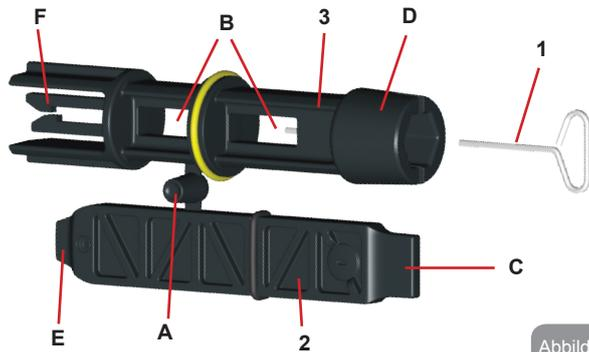

Abbildung 24
- 1 - Sechskantmetallschlüssel (Abb.24 - 1)
- 2 - flacher Kunststoffschlüssel (Abb.24 - 2)
- 3 - Kunststoffzylinderschlüssel (Abb.24 - 3)
Der Schlüssel „1“ wird in das Ende „D“ von Schlüssel „3“ eingeführt. Beim ersten Gebrauch empfiehlt es sich, die beiden Kunststoffschlüssel „2“ und „3“ zu trennen, die mit einem Steg verbunden geliefert werden (Abb.24 - A):